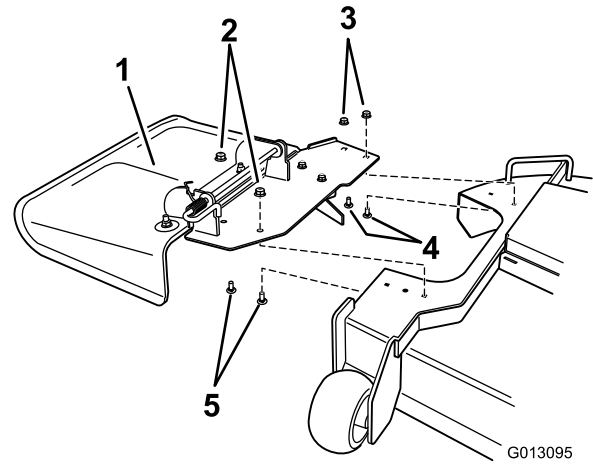

Bild 9
1. Entfernen Sie die Befestigungen, mit denen das Ablenklech am Mähwerk befestigt ist (Bild 9).